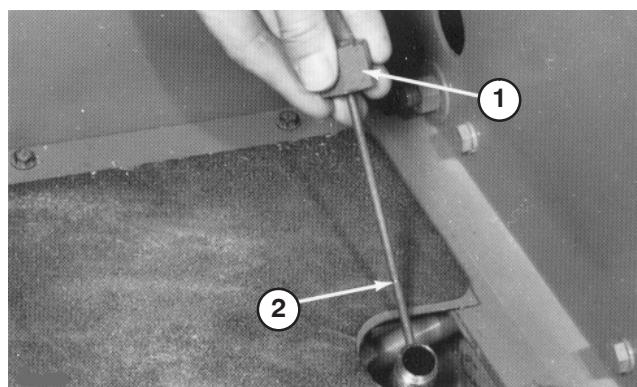

Bild 26
2. Schrauben Sie den Deckel des Peilstabs vom Einfüllstutzen (Bild 26) und wischen Sie ihn mit einem sauberen Lappen ab. Schrauben Sie den Deckel des Peilstabs mit der Hand auf dem Einfüllstutzen fest. Schrauben Sie den Peilstab heraus und prüfen Sie den Ölstand. Wenn der Stand mehr als 13 mm von der Kerbe im Peilstab ist (Bild 26), füllen Sie Hydraulikflüssigkeit auf, bis der Stand an der Kerbenmarke liegt.